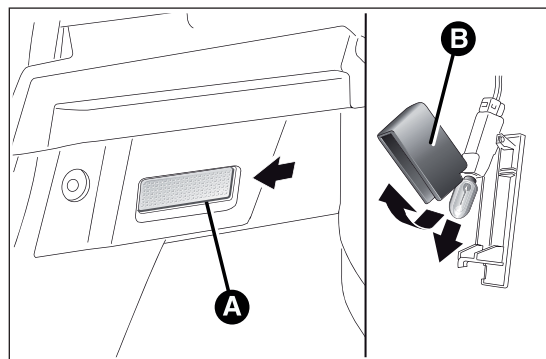

fig. 131
- ❑ abrir el maletero y extraer el plafón A fig. 131 actuando en el punto que indica la flecha;